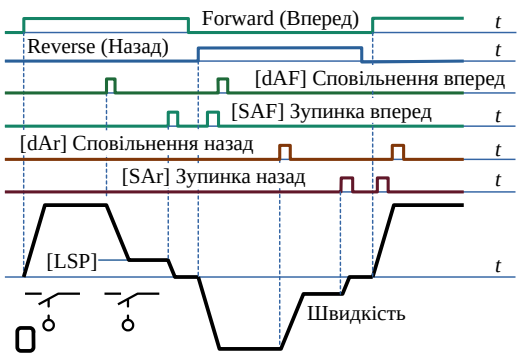

Рисунок 8.7: Позичіювання з коротким кулач-ковим упором
1. Кулачковий упор дуже короткий, і після зупинки в крайньому положенні обидва кінцевих вимикачі розімкнуті (рис. 8.7). Тоді при зворотному русі кулачковий упор ще раз замкне й розімкне обидва вимикачі (але в зворотній послідовності).